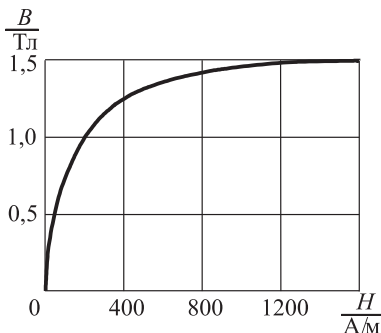
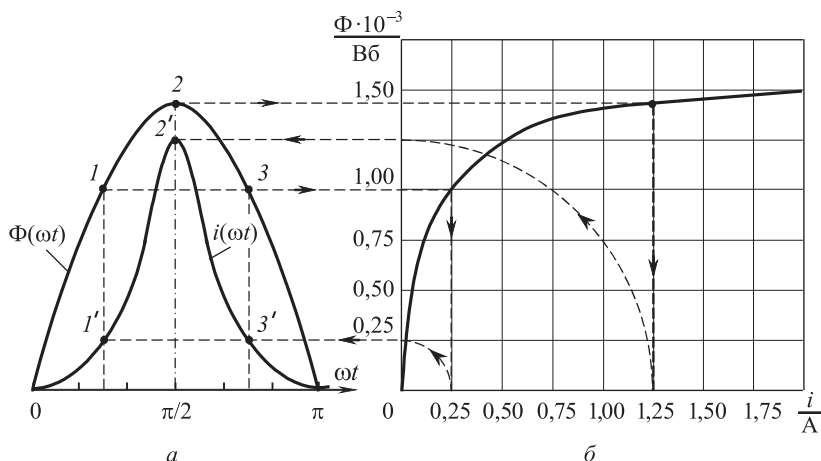
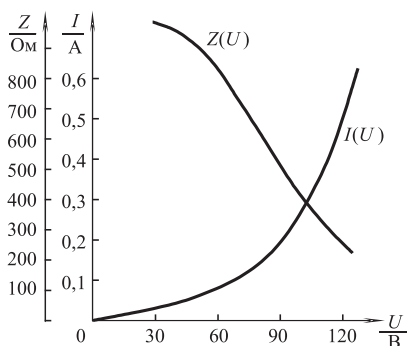

Рис. 7.1
Рис. 7.2
Рис. 7.3
Задача 7.1. Катушка с сердечником из электротехнической стали подключена к сети напряжением $u = 179\cos 314t$ В. Кривая намагничивания стали $B(H)$ приведена на рис. 7.1. Площадь поперечного сечения сердечника $S = 10 \text{ см}^2$, длина средней магнитной линии $l = 50 \text{ см}$, число витков катушки $w = 400$. Пренебрегая активным сопротивлением и потоком рассеяния обмотки, потерями в стальном сердечнике: 1) построить диаграммы мгновенных значений потока $\Phi(\omega t)$ и тока $i(\omega t)$ в катушке; 2) рассчитать действующее значение тока, коэффициент амплитуды и эквивалентную индуктивность катушки.
т.е. при синусоидальном напряжении на зажимах катушки рабочий поток ее сердечника изменяется также синусоидально (рис. 7.2, а).
Для построения диаграммы мгновенных значений тока $i(\omega t)$ строим зависимость $\Phi(i)$. С этой целью масштаб кривой намагничивания стали $B(H)$ (см. рис. 7.1) пересчитываем, используя формулы $i = lH/w$, $\Phi = SB$ (рис. 7.2, б).
Задаваясь значениями магнитного потока на кривой $\Phi(\omega t)$ (точки 1, 2, 3), с помощью зависимости $\Phi(i)$ находим соответствующие значения тока i и определяем точки 1', 2', 3' кривой $i(\omega t)$ (рис. 7.2, а, б).
С помощью зависимости $\Phi(i)$ (рис. 7.2, б) строим диаграммы мгновенных значений тока катушки $i(\omega t)$. По приближенной формуле (1), приведенной в задаче 7.1, определяем действующие значения тока. Результаты графоаналитического расчета даны в табл. 7.1, кривые $I(U)$ и $Z(U)$ – на рис. 7.3.
Задача 7.3. Аппроксимируя кривую намагничивания электротехнической стали (см. рис. 7.1) степенным полиномом $H = aB + bB^5$, определить закон изменения тока и его действующее значение в катушке с замкнутым магнитопроводом, описанной в условии задачи 7.1. Мощностью